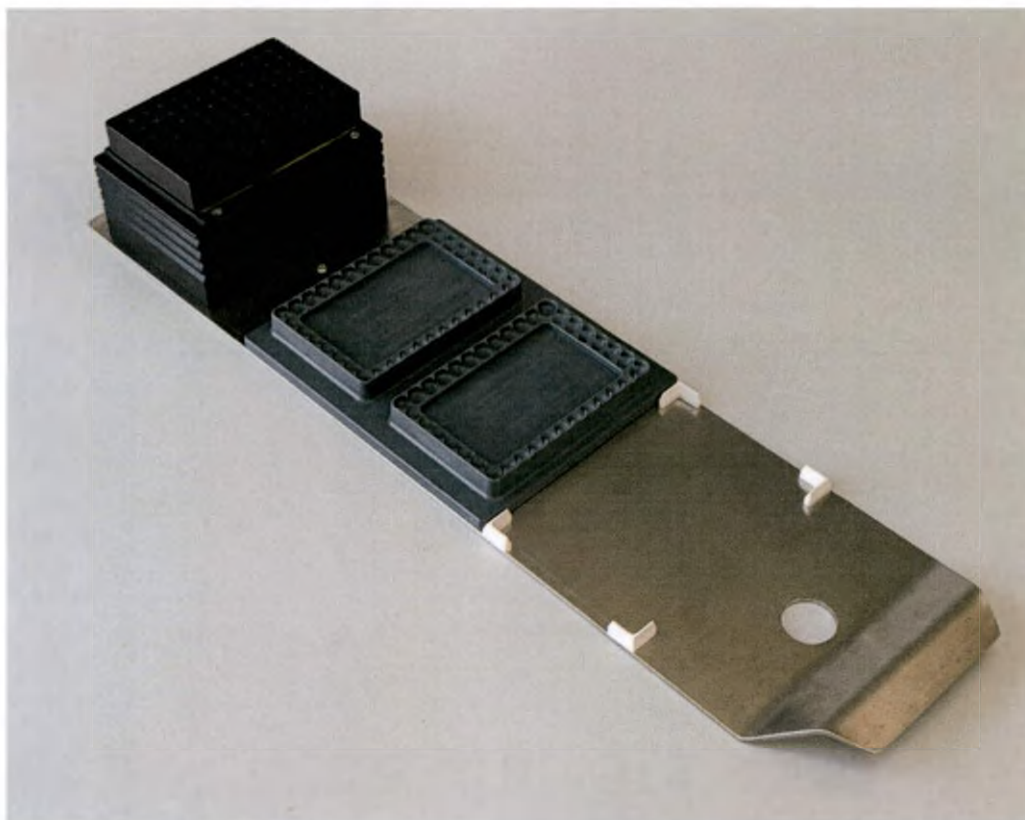

Рис. 8. Дектрей для глубоколоночных планшетов, термошейкера, штатива для кювет под реагенты.
5.5.3. *Дектрей для глубоколоночных планшетов, термошейкера, штатива для кювет под реагенты* (Рис. 8) представляет собой пластину с подставками под глубоколоночные планшеты и местом для установки термошейкера. *Термошейкер* обеспечивает необходимые условия инкубации реакционных смесей в планшетах – температуру и скорость шейкирования.